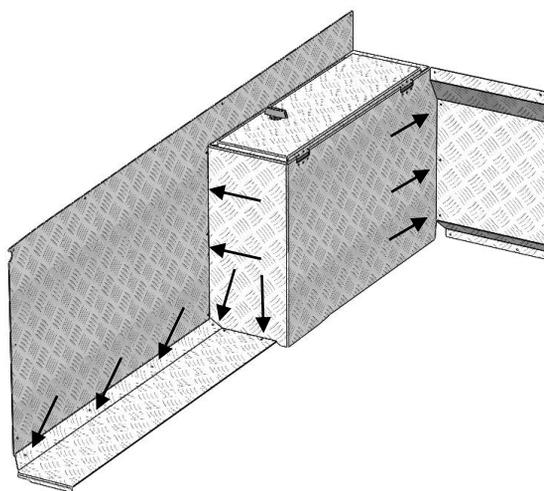

Рис.3
6. Заклепками 4x16 мм из комплекта крепежа склепать установленные в кузов элементы обшивки между собой. Для этого необходимо совместить отверстия в накладках с отверстиями в крепежных фланцах примыкающих элементов (рис.3). Для герметизации мест соединения панелей, перед сборкой рекомендуется на плоскости соединения нанести силиконовый герметик.